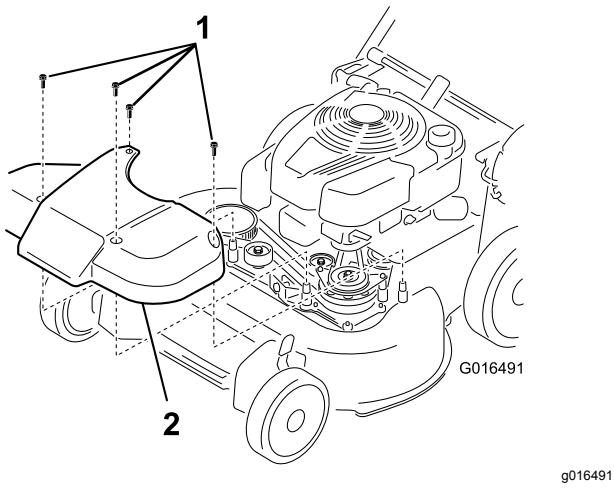

Figura 39
- Retire la cubierta del sistema de transmisión de las cuchillas (Figura 39).